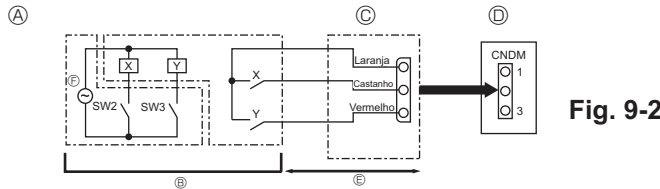

Fig. 9-2
9.2. Função de pedido (modificação no local) (Fig. 9-2)